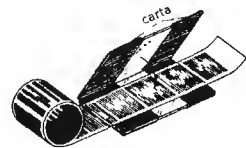

Fig. 307. Porta-negativa: costruzione semplice in lastre di vetro.
Per l'uso come ingranditore, l'apparecchio deve essere provvisto di porta-negativa, che costruiamo con due lastre di vetro 50x90 (tagliare delle lastre fotografiche 9x12) alle quali abbiamo smussato gli spigoli dei lati più corti, e con due strisce di carta nera (fig. 307).
L'apparecchio fotografico (10) viene fissato sul pezzo (12) mediante un bullone (14) ($3/8$, lungo 25 mm) che entra nel foro filettato del fondo. Il porta-negativo più semplice è costituito, come già illustrato, da due lastre di vetro tenute insieme da strisce di carta (fig. 307); le lastre devono però essere lunghe 15 cm e vengono infilate, dopo aver inserito la pellicola, nello spazio tra l'apparecchio e il fondo della cassetta. Possiamo pure usare il porta-negativo secondo la figura 308 in cui la parte C diventa lunga 150 mm e si eliminano cerniere e lamelle.